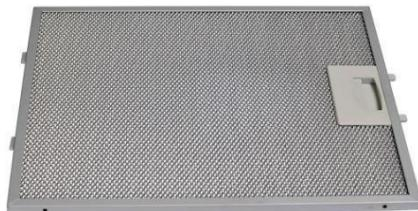

Рис. 2
2. Снимите алюминиевый жироулавливающий фильтр (рис. 2).
7. Установите жироулавливающий фильтр (рис. 2).
Для отсоединения алюминиевого фильтра (рис. 2) следует нажать на пружинный замок на фильтре и вынуть его. Установка фильтра производится в обратном порядке. Следует нажать на пружинный замок на фильтре и установить его на место, после чего замок отпустить. Не устанавливайте фильтр в вытяжку до его полного высыхания.